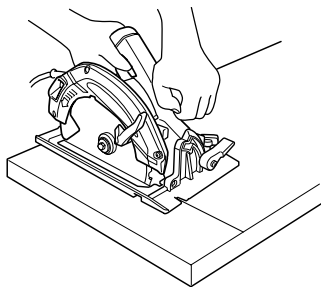
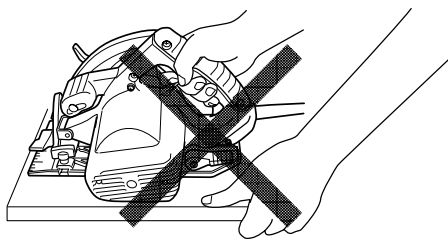

Fig. 5
Fig. 6
23. Placer la section large de l'embase de la scie sur la section de la pièce qui est fermement soutenue, et non sur la section qui va tomber après la coupe. A titre d'exemples, la Fig. 5 montre la façon CORRECTE de couper l'extrémité de la planche, et la Fig. 6 montre la façon INCORRECTE. Si la pièce est trop courte ou trop petite, la fixer. NE PAS ESSAYER DE TENIR LES SECTIONS COURTES À LA MAIN!